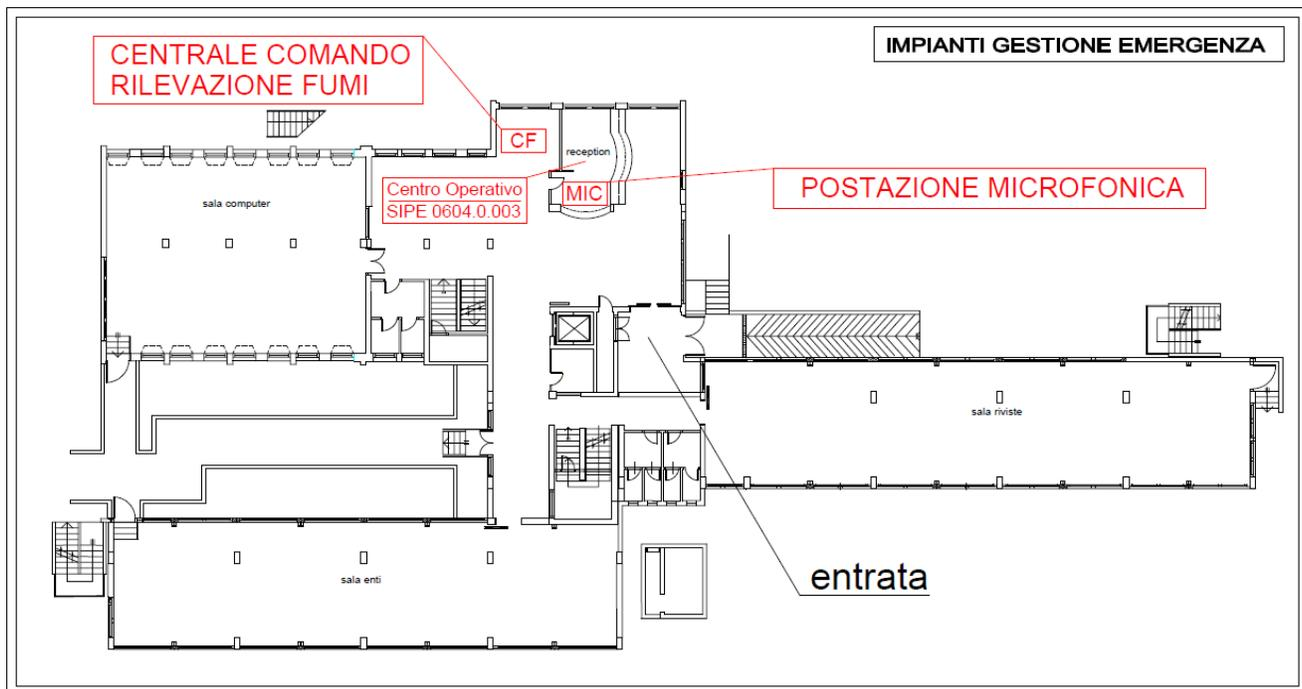

Figura 1 - Impianti gestione emergenze.
La struttura è dotata di un sistema di allarme automatico per la rilevazione e segnalazione di incendi. L'impianto è costituito da una centrale di comando ubicata nell'atrio al piano terra (locale 0604.0.002, vedi p.to 3.3 - Figura 1), da rilevatori di fumo (nei locali ove previsti dalla norma), da pulsanti manuali e da targhe ottico/acustiche.
Per la gestione dell'emergenza e dell'evacuazione è inoltre presente un impianto di diffusione sonora con altoparlanti la cui centrale di comando e postazione microfónica è collocata nella reception al piano terra (locale 0604.0.003, vedi p.to 3.3 – Figura 1); tale impianto viene utilizzato per la comunicazione di preallarme e di ordine di evacuazione.
- EFFETTUA autonomamente la chiamata al **numero unico per le emergenze (112)**;
- Valuta autonomamente l'opportunità di avviare il segnale di EVACUAZIONE della struttura mediante la postazione microfonica posta nella reception al piano terra (vedi p.to 3.3 – Figura 1);
- effettua la chiamata al **numero unico per le emergenze (112)**;
- ordina l'evacuazione dell'edificio (messaggio vocale preregistrato) mediante la postazione microfonica posta nella reception al piano terra (vedi p.to 3.3 – Figura 1);